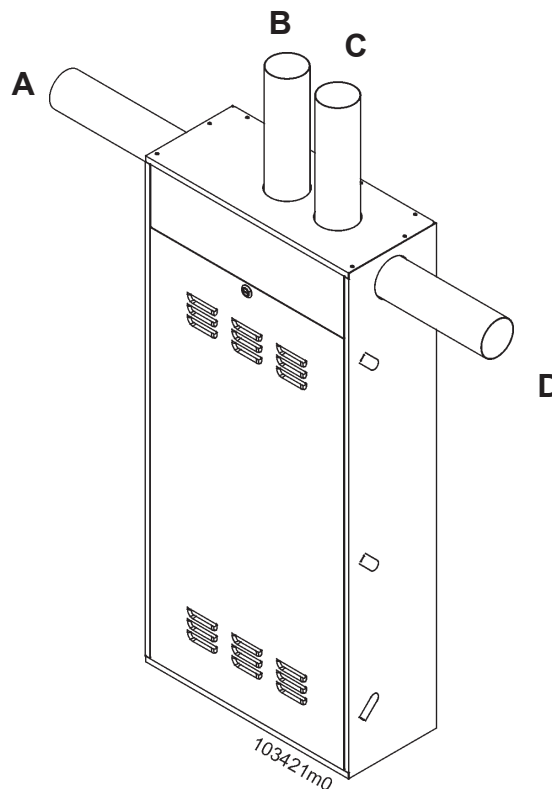

Figura 5-18 - Possibilità di orientamento dello scarico e della aspirazione con condotto separato.
In Figura 5-18 sono mostrate le possibilità di scarico/aspirazione con sistema sdoppiato.
Le combinazioni che si possono ottenere con lo scarico/aspirazione sono (fare riferimento alla Figura 5-18):
- 1.-scegliere il lato dell'apparecchio dal quale si vogliono scaricare i fumi ed aspirare l'aria (vedi figura 5-18);